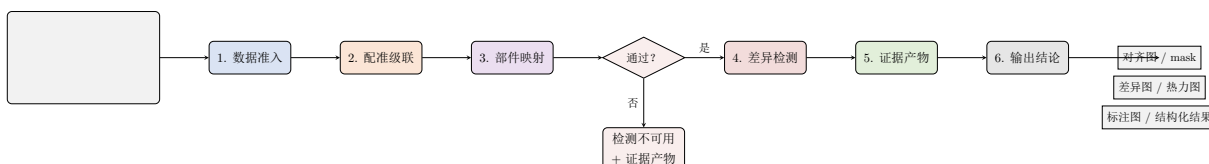

图 1: 系统主流程（单部件）
- 可选：新增标准源图 0.jpg, 新增标准源图 1.jpg, ... ——其他时刻拍的标准图（比如晚上拍的）